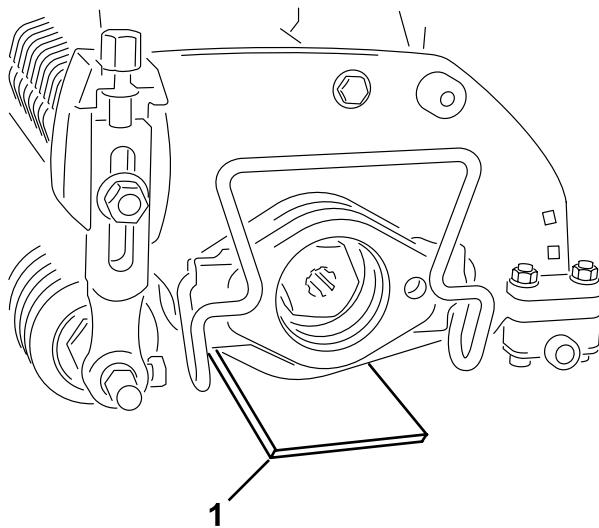

Figure 3
2. Coloque una barra de ajuste del mismo grosor que la altura deseada de las cuchillas sobre el suelo, bajo cada extremo de la unidad escarificadoradora (Figure 3).